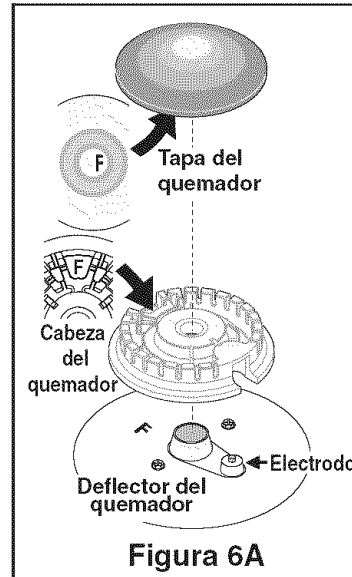

Figura 6A
1. Retire toda la cinta de empaque de la cubierta. Retire las tapas y cabezas de los quemadores (Figura 6A).
3. Para volver a instalar las cabezas y tapas de los quemadores, haga concordar las letras ubicadas debajo de las tapas (en el centro) con las letras que se encuentran dentro de las cabezas de los quemadores (Figura 6A).